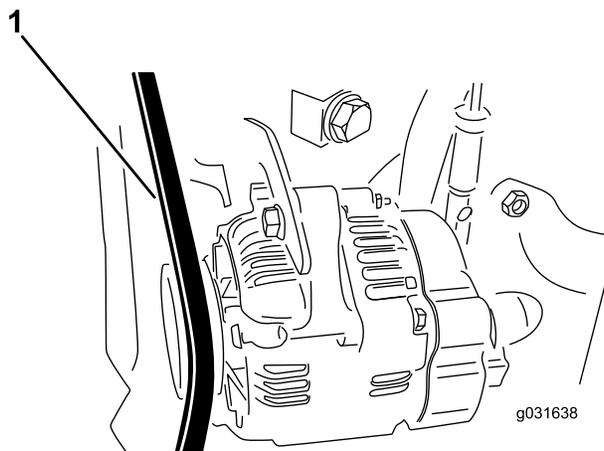

Рисунок 78
4. Приложите усилие 30 Н к ремню генератора в точке посередине между шкивами (Рисунок 78).